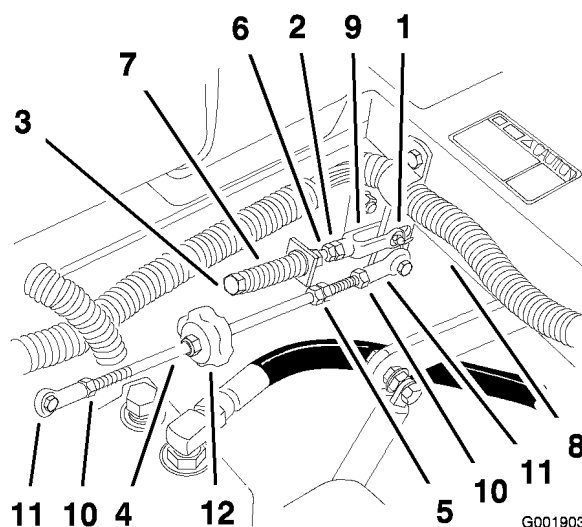

Figura 69
8. All'occorrenza, regolate allentando il dado ed il contro dado contro la forcella (Figura 69).
9. Applicate una lieve pressione inversa sulla leva di controllo del movimento, e girate la testa del bullone di regolazione nella direzione opportuna finché la leva non è centrata in posizione di folle bloccata (Figura 69).
10. Serrate il dado e il contro dato (Figura 69).